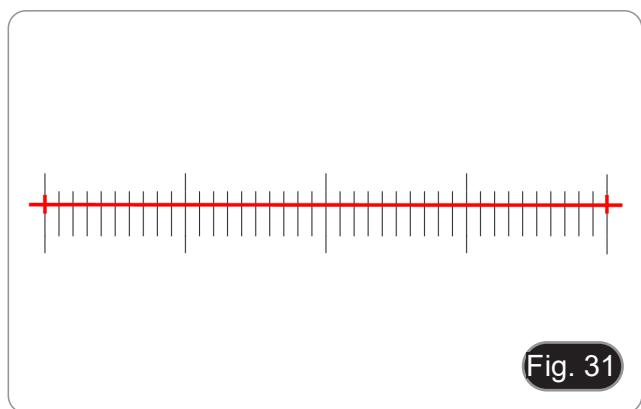

Fig. 31
- Ajustez les positions des points de départ et d'arrivée du calibrage pour que la ligne de calibrage coïncide avec l'échelle du micromètre et essayez de sélectionner la longueur maximale qui peut être affichée, afin d'effectuer la mesure la plus précise. (Fig. 31)
- La plage minimale du micromètre sélectionné est de 0,01 mm (10 microns). La figure 31 montre l'image sous un objectif 10x. À ce moment, le "grossissement" est réglé sur "10X", l'"unité" est marquée comme "μm" et la "longueur" est réglée sur "40".